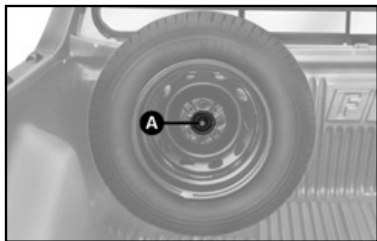

fig.7
- Nas versões com cabine estendida, destarraxar o parafuso borboleta **A-fig. 7** que fixa a roda sobressalente e retirá-la de sua sede.